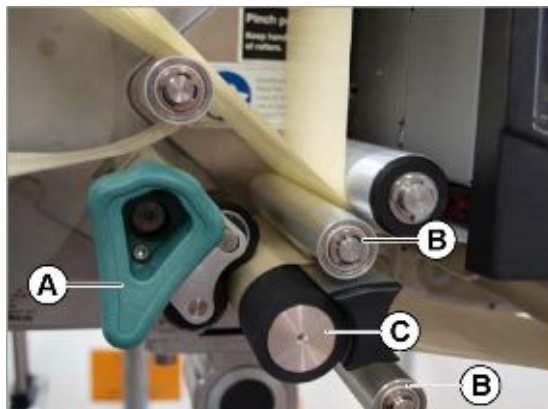

Рис. 16. Отведите прижимной валик.
1. Отведите прижимной валик. Для этого поверните рычаг (Рис. 16А) по часовой стрелке.
2. Протяните ленту вокруг направляющего валика (Рис. 16В) и тянущего вала (Рис. 16С).
3. Опустите прижимной валик на место. Для этого поворачивайте рычаг (Рис. 16А) против часовой стрелки до щелчка фиксации.